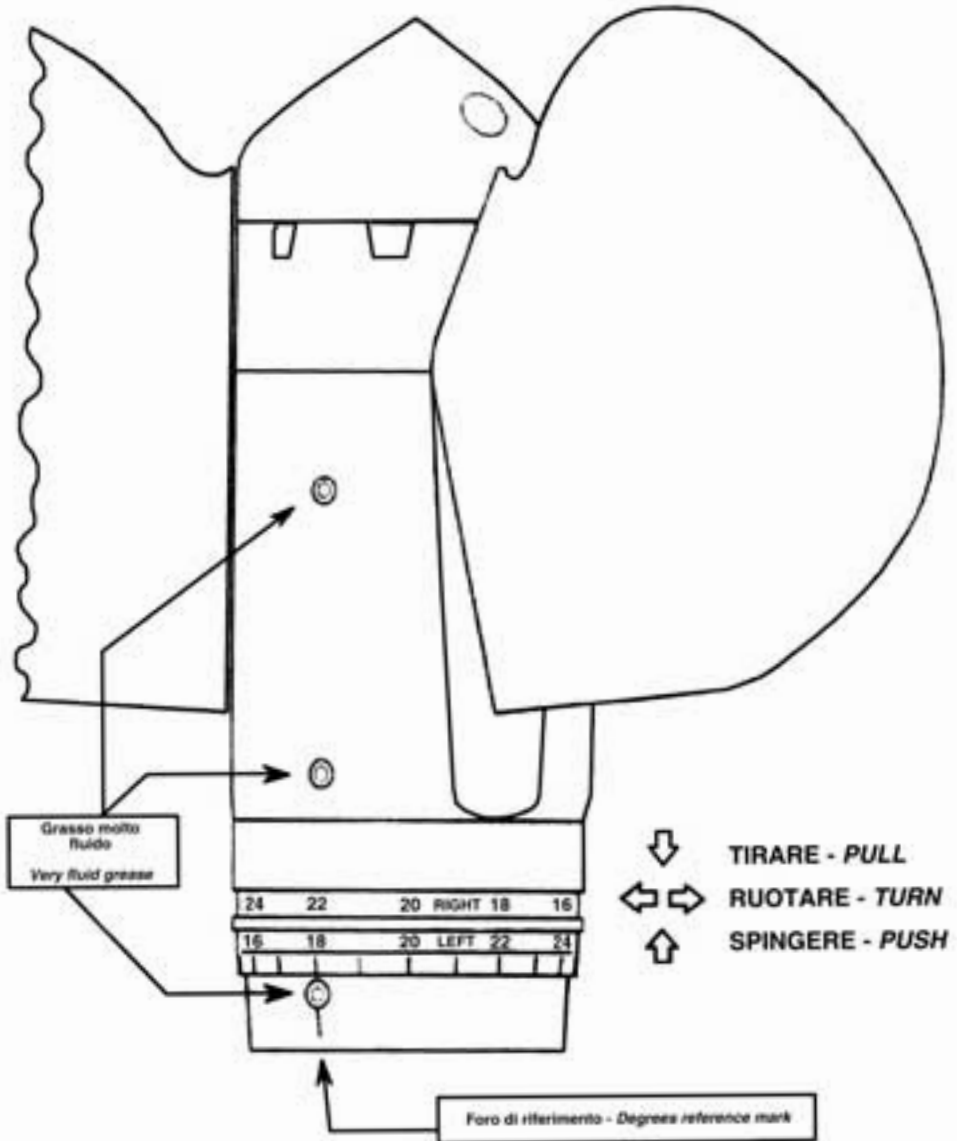
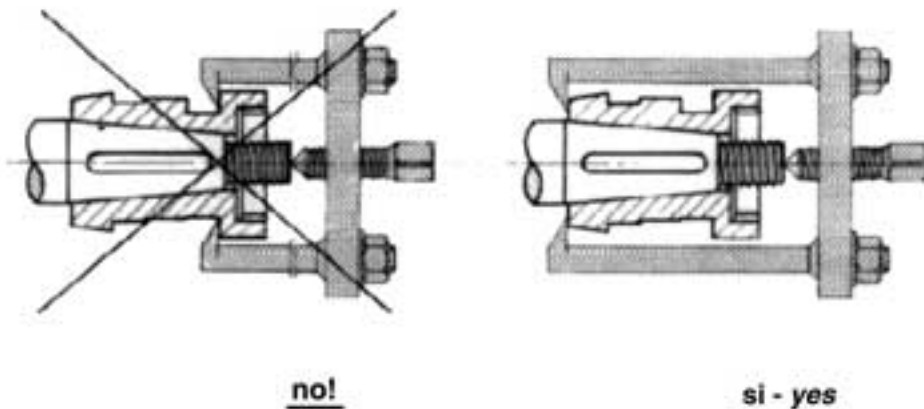

Fig. 9
Fig. 10
- 6) **SMONTAGGIO DELL'ELICA - PROPELLER REMOVAL:** Dopo aver tolto il corpo centrale e svitato il dado [4] si deve sfilare il mozzo [1] esercitando la spinta esclusivamente sull'estremità esterna al corpo (Fig. 10). E' assolutamente indispensabile non spingere con l'estrattore né tantomeno colpire in alcun modo le superfici del mozzo interne al corpo, in quanto queste sono lavorate con elevata precisione, ed una loro deformazione comprometterebbe il funzionamento dell'elica. *In order to remove the propeller you must first remove the spinner and nut [4]. Be sure only pull from outside the hub [1] (figure 9). If the surfaces on the hub are hit or dinged it can effect the performance of the propeller.*